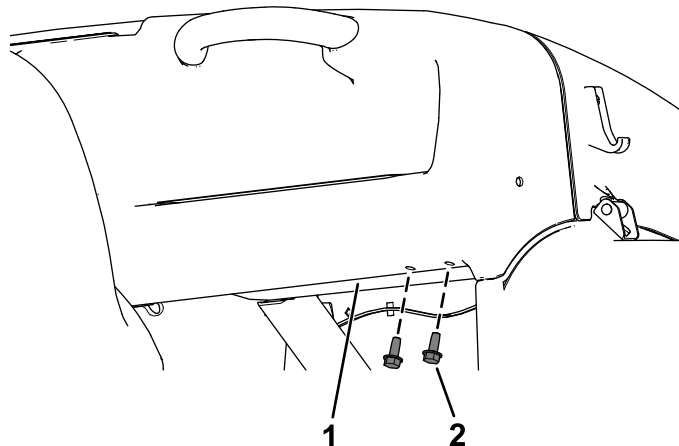

Bild 24
- A. Entfernen Sie die beiden Schrauben (5/16" x 3/4") mit denen das Armaturenbrett am Fahrzeugrahmen befestigt ist (**Bild 24**).